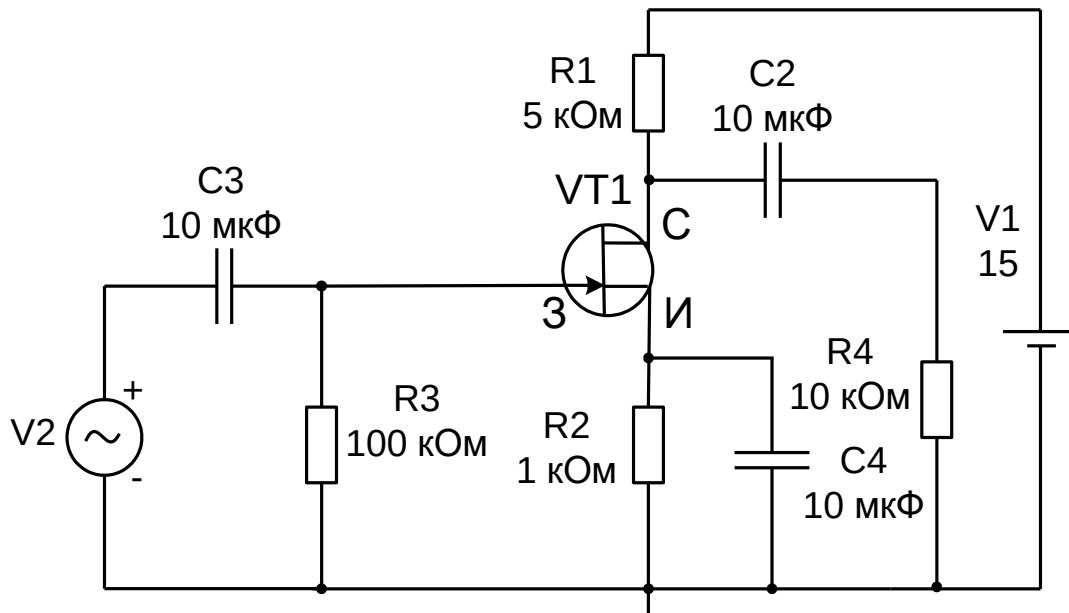

Рис. 3.2. Принципиальная схема усилительного каскада с ОИ
2.1. Постройте схему, изображенную на рис. 3.2. Модель транзистора выберите согласно варианту, напряжение питания у истока (V1) 15 В, амплитуда затворного источника 0.4 В при частоте 1 кГц.